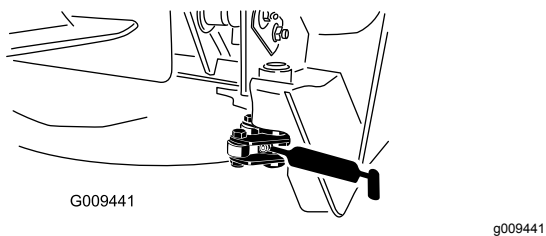

Figura 79
- Pivotes de enganche (2) (Figura 79)